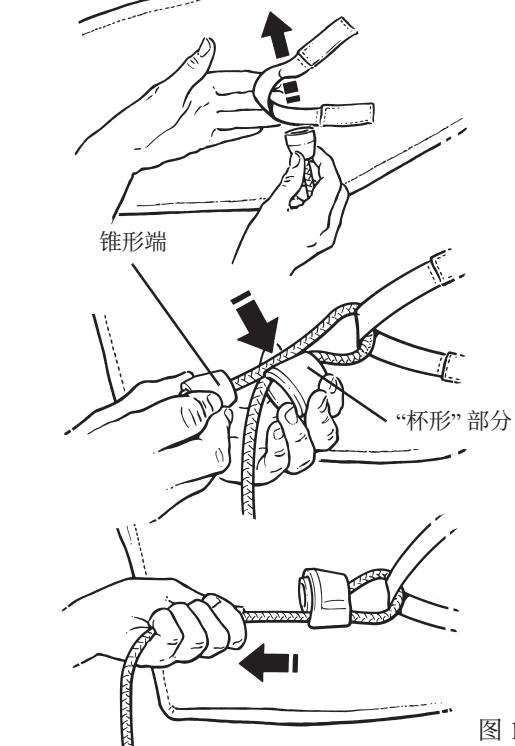
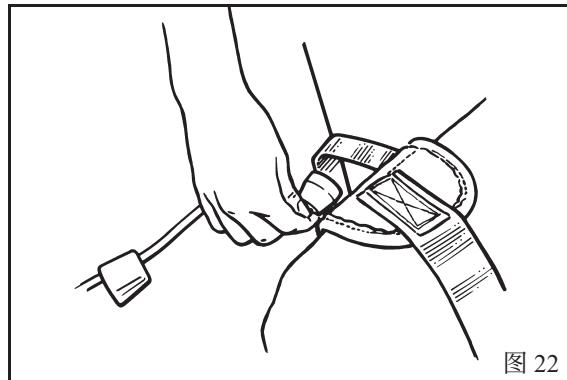

图 17
图 22
警告：确保将锥形端紧紧地拉入杯形部分。（如图 17 所示）
依次拿起每根连接拉绳与吊兜连接。（如图 17 所示）
1. 找到吊兜的所有腿侧连接带，将右侧拉绳连接至左侧连接带，对另一侧重复相同操作。（关于拉绳的连接方法，另见图 22 和图 17）
1. 找到吊兜主体每一侧的连接带，将拉绳连在一起 (Loop Lock 方法如图 17 所示)。
(如图 17 所示)